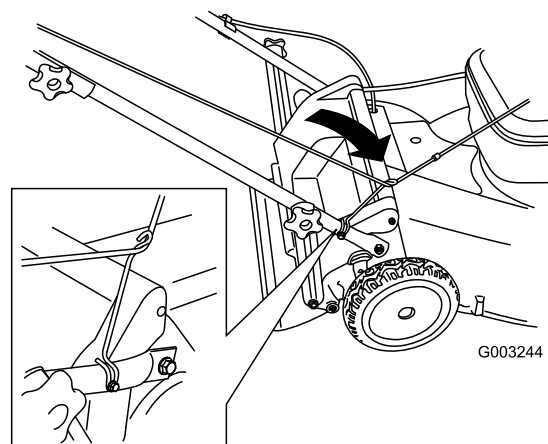

Figure 24
3. Faites passer le câble du lanceur autour du guide inférieur (Figure 24).